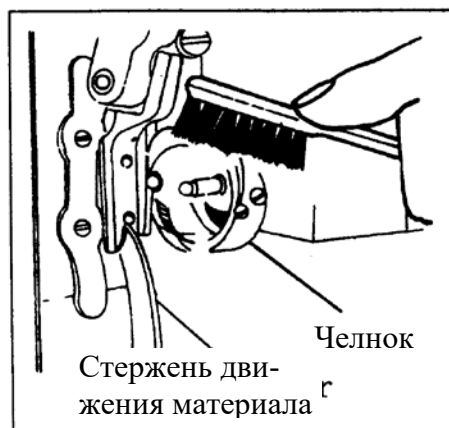

Рис. 32.
2) Чистка челнока (см. рисунок 32).